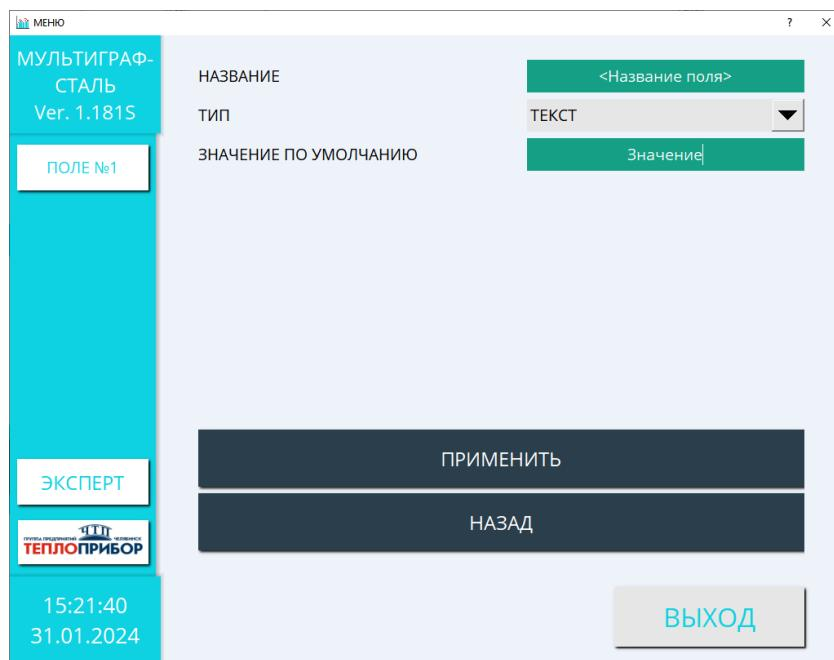

Рисунок 2.15 – Параметры настройки текстового поля
- 2) «ТЕКСТ» - текстовое поле до 23-х символов (рис. 2.15);